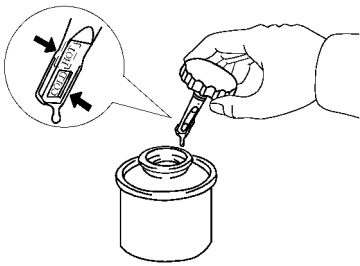

图 16-41 检查储液箱内的液面高度
- (4) 检查储液箱内的液面高度。检查液面高度并视需要添加，如图 16-41 所示。